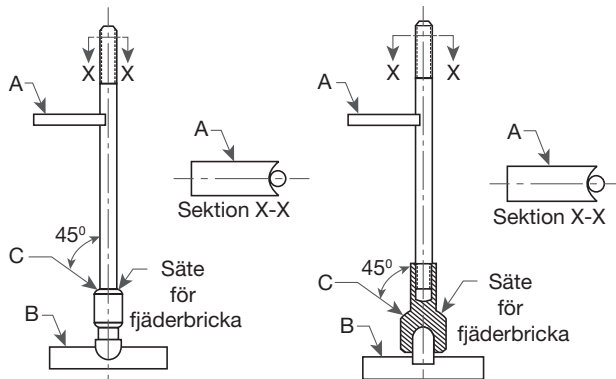

Bild 28: Uppsättning av V-blockstöd
- Ställ upp V-blockstödet (se bild 28) enligt följande: